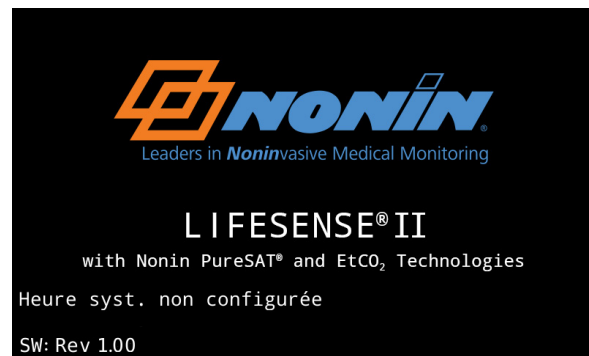

Figure 6. Écran de démarrage
4. L'écran de démarrage arborant le logo Nonin (figure 6) apparaît avec le nom du moniteur. Le numéro de version du logiciel du moniteur est indiqué dans le coin inférieur gauche de l'écran.